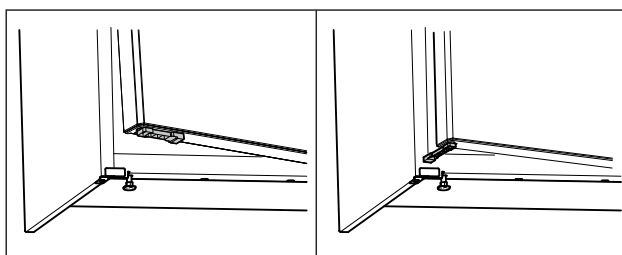

Fig. 62 *
- ▶ Fordítsa el 90°-kal az ajtó nyitáskorlátozó elemét. (lásd Fig. 62) *